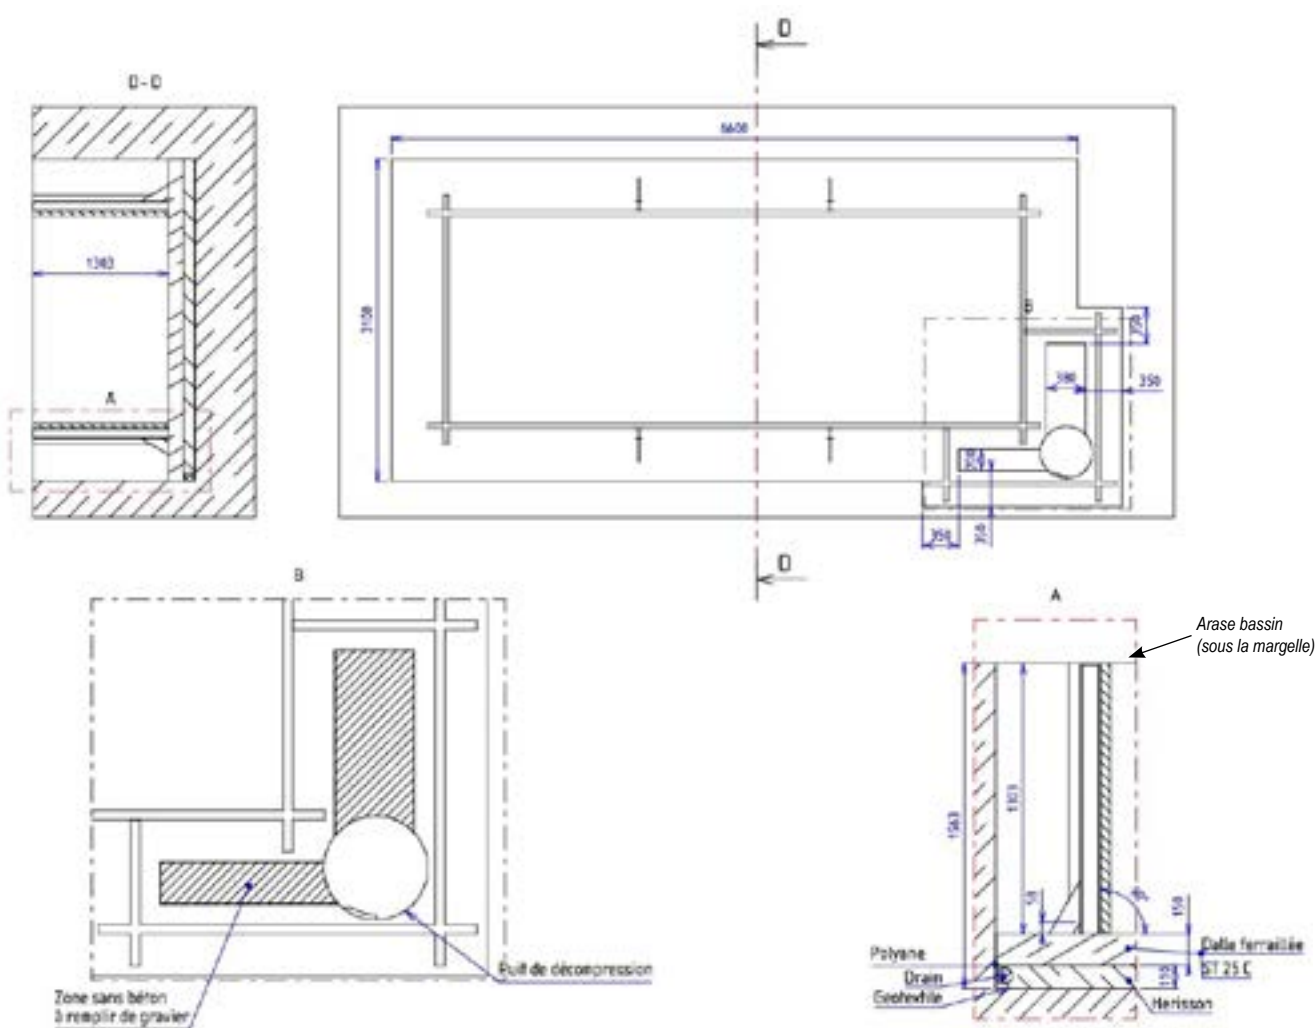

Figure 5 – Características de la losa de hormigón
**CONSEJO:** puede usar los puntales para materializar la altura que tendrá su losa de hormigón una vez que se haya completado. Para esto, tomando como nivel 0 la línea de enrase de su piscina (debajo de las coronaciones, vea la *Figure 5*), mida 1,303 y dibuje una línea en este lado en la parte delantera del puntal. Esta línea corresponderá al valor final de su losa de hormigón.
Las características de la losa de hormigón se presentan en la *Figure 5*. Las dimensiones de la losa son tales que los pies de la escalera de madera exterior de la piscina no descansan sobre la losa de hormigón. Sin embargo, le recomendamos que los coloque si es posible sobre un elemento sólido (losas o bloques de hormigón, por ejemplo).
Al verter la losa sobre todo el fondo de la zanja, asegúrese de que el refuerzo superior esté correctamente incrustado en el hormigón: la capa de hormigón sobre el refuerzo debe ser de al menos 3 cm. Consulte la *Figure 5* para determinar la profundidad de la losa que se va a verter: debe tener un grosor de 150 mm, y debe ser tal que la altura entre la superficie de la losa y la parte superior de la zanja sea de 1303 mm si desea enterrar la piscina. Realice una nivelación y un alisado cuidadosos para evitar los defectos de la superficie que podría tener que corregir más adelante.